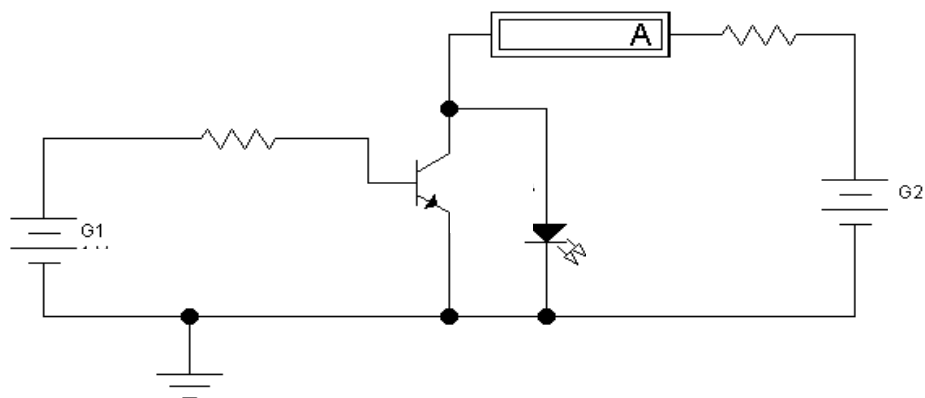

Рисунок 3 – Схема включения светодиода в формирователе с активным высоким уровнем
Для формирователя с активным высоким выходным уровнем (рисунок 3) сопротивление токоограничивающего резистора выбирается большим из рассчитанных по формулам (2) и (3).